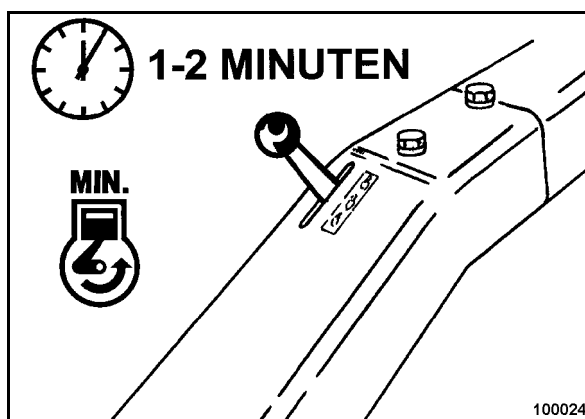

Рис. 25
- Установить рычаг управления частотой вращения в положение "MIN" (Рис. 25).